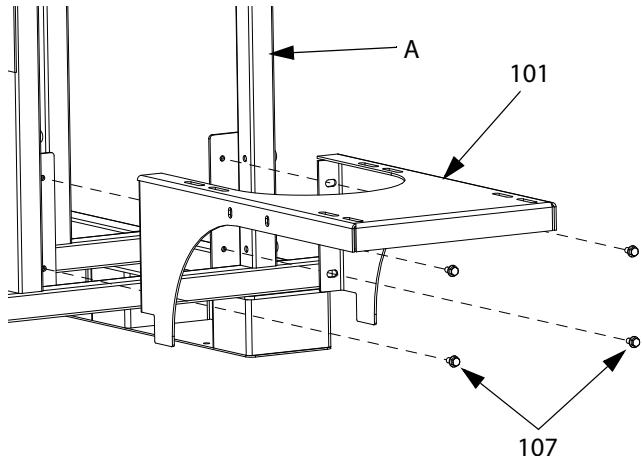

Рис. 3. Боковые части рамы
1. Монтаж бункеров (D) по бокам рамы (A). См. Рис. 3.
- a. Прикрепите главный кронштейн (101) к раме (A) с помощью винтов (107).